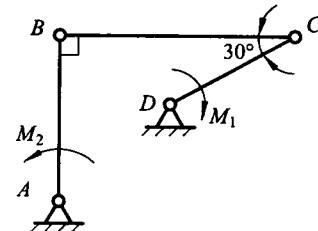

图 2.15
11. 铰链四杆机构 *ABCD* 在图 2.15 所示位置平衡。已知 *CD*=40 cm，*AB*=60 cm。作用在 *CD* 上的力偶矩 *M*₁=3 N·m。试求力偶矩 *M*₂ 的大小和 *BC* 杆所受的力。各杆自重不计。